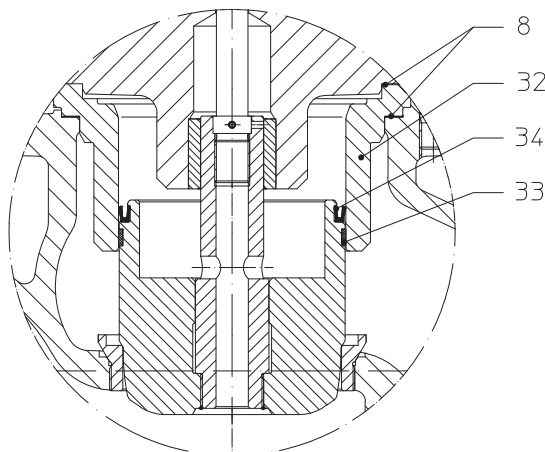

Fig. 17: Otturatore equilibrato
- Rimuovere la guarnizione per pistoni (pos. 34) usurata dalla scanalatura nell'otturatore con un utensile adatto (ad esempio un cacciavite).
- Inserire una nuova guarnizione per pistoni (pos. 32) rispettare per l'occasione la corretta posizione; si veda la Fig. 17).
- Sostituire il nastro di guida (pos. 33).
- Pulire la superficie interna della boccola di guida (pos. 32); lisciare eventualmente con l'aiuto di un prodotto abrasivo fine.
- Sostituire le 2 guarnizioni piatte (pos. 8).
- Fissare con i dadi (pos. 10) e avvitare a croce.